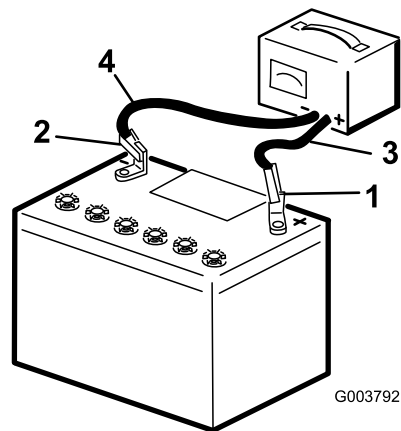

Figure 39
2. Chargez la batterie au régime de 3 à 4 ampères durant 4 à 8 heures (Figure 39). Ne chargez pas la batterie excessivement.
3. Quand la batterie est chargée au maximum, débranchez le chargeur de la prise, puis débranchez les fils du chargeur des bornes de la batterie (Figure 39).